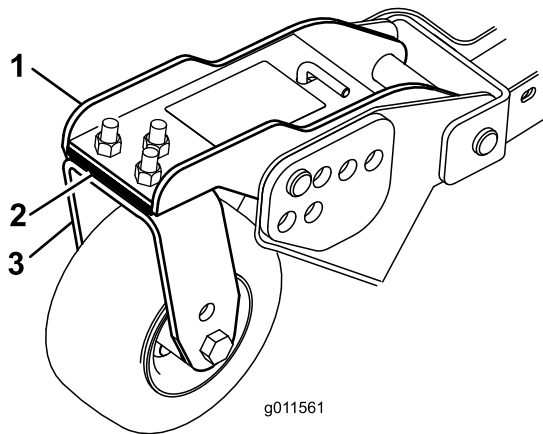

Figura 124
1. Retire os parafusos e as porcas que fixam o braço da roda à forquilha de roda (Figura 124).